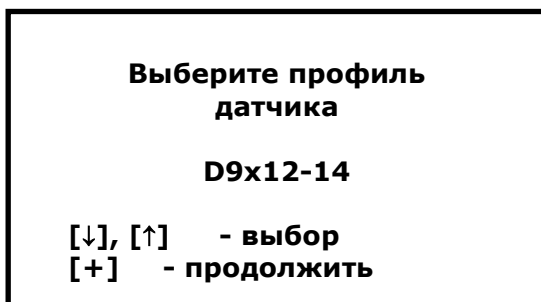

Рис. 15
- **Добавить новый датчик.** При нажатии на кнопку **[+]** включается программа автоматической настройки датчика с возможностью выбора профиля датчика (Рис. 15).